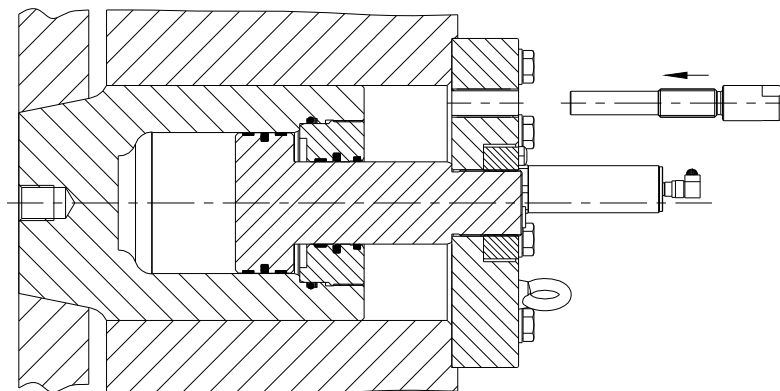

Bild 13: Sicherung des KTR-STOP RL
- Schrauben Sie den Sicherungsbolzen (Bauteil 19) bis zum Anschlag in den Anschlussflansch (Bauteil 9) ein (siehe Bild 13).